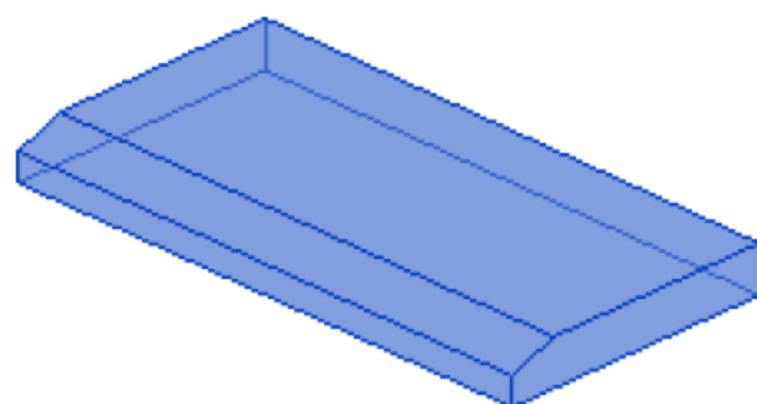

图 8.2.24 初始体块效果图
(3) 编辑可见性并添加材质。首先，选中主体图元，在“属性”面板中编辑“可见性/图形替换”选项，取消“平面/天花板平面视图”复选框的选择，单击“确定”按钮。其次，添加油烟机主体的材质，选择“不锈钢”类型，单击“确定”按钮，如图 8.2.24 所示。